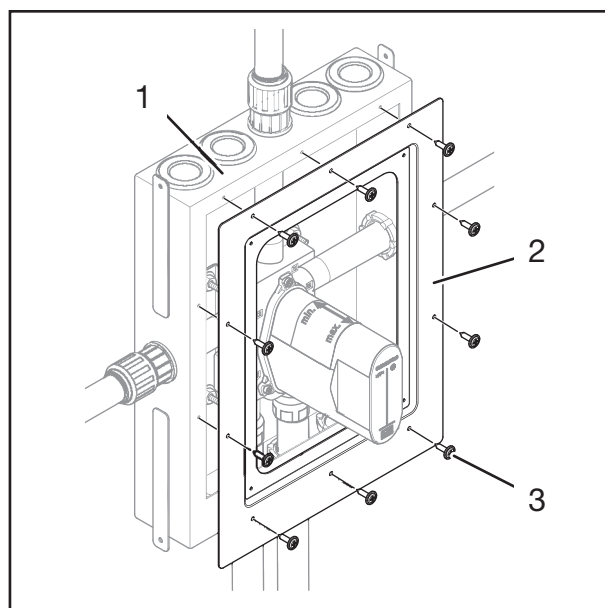

Fig. 12: Montering av ram
1. Positionera ramen (fig. 12/2) på huset (fig. 12/1).
2. Skruva fast ramen (fig. 12/2) på huset (fig. 12/1) med tio TX 20-skruvar (fig. 12/3).